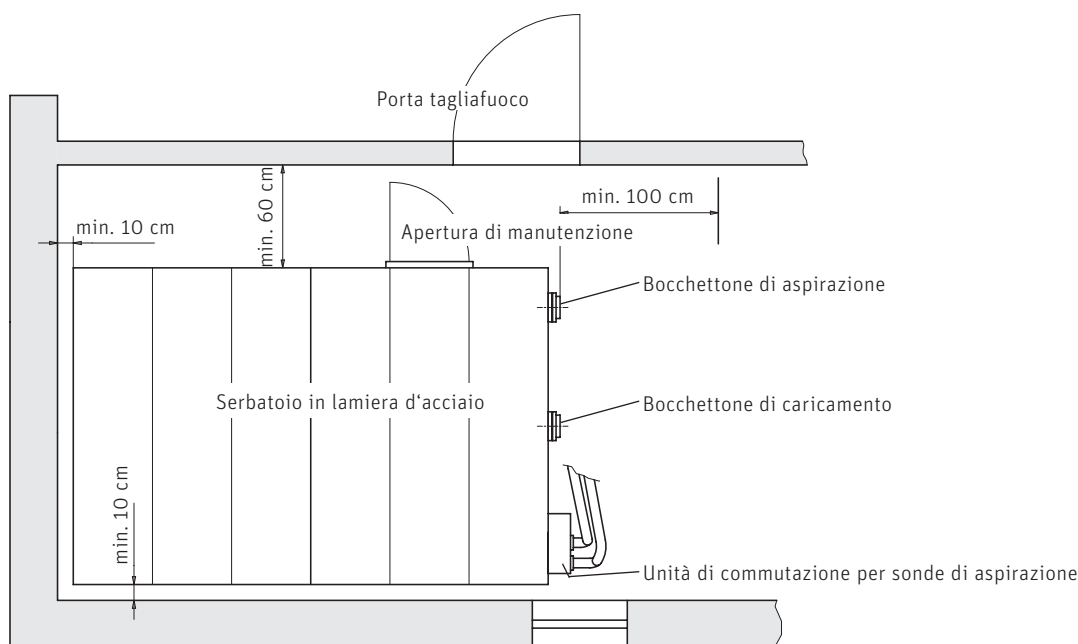

Fig.2 Serbatoio in lamiera d'acciaio e locale caldaia – vista dall'alto
- Distanza laterale dalla parete o dallo sportello di controllo di almeno 10 cm, minimo 60 cm dall'unità di commutazione e minimo 100 cm dal bocchettone di caricamento e del raccordo di aspirazione per l'allacciamento dei tubi flessibili – Fig. 2.